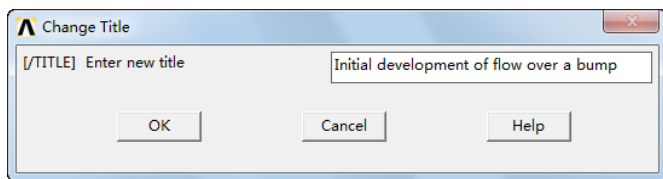

图 7-3 “Change Title”对话框
②定义工作标题：依次选择 Utility Menu→File→Change Title, 会出现“Change Title”对话框, 在对话框中输入工作标题“Initial development of flow over a bump”, 如图 7-3 所示, 单击“OK”按钮关闭对话框。